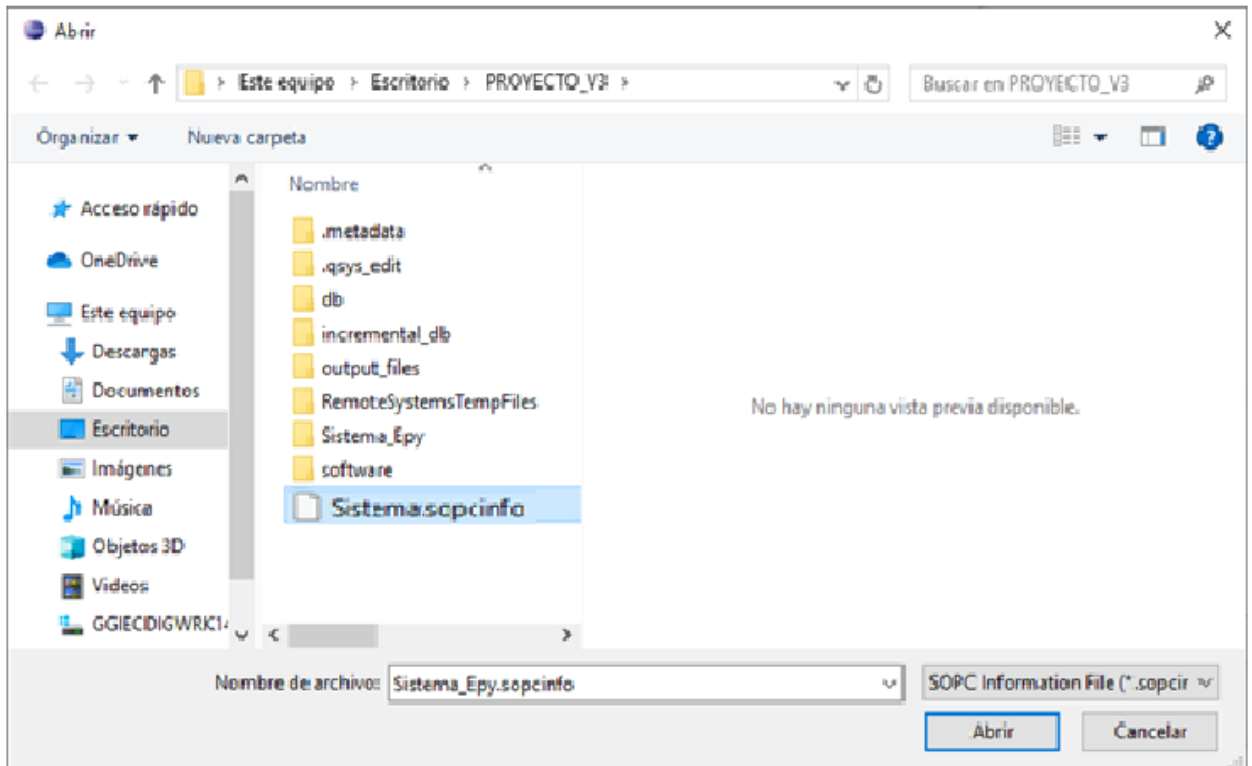

Ilustración 20: Elección del archivo .sopcinfo
26. En la opción **SOPC Information File name**, buscamos el archivo **Sistema.sopcinfo** que tendrá toda la información de la computadora embebida, como se muestra en la ilustración 20.